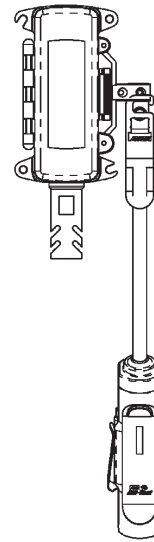

Abb. 36:
- Für die Messung des Außenluftsensors muss das Blü-Test-Gerät neben dem Außenluftsensor platziert werden. Dies kann eine Leiter oder eine Verlängerungsstange erfordern. Halten Sie das Blü-Test-Gerät 3 Minuten lang oder bis sich der Messwert stabilisiert hat fest. Die Klemmenaufhängung (BA/PCH-1) für die Messgeräte erleichtert dies, indem es das Gerät für Sie hält (Abb. 36).